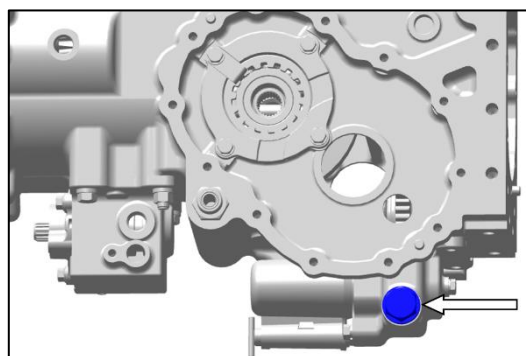

Fig. 182 - VIS DE VIDANGE DE L'HUILE DE TRANSMISSION
En cas de problème concernant le mouvement du tracteur, contactez un revendeur ou un distributeur agréé. Le client ne doit jamais retirer lui-même la vis de vidange montrée à la fig. 182.
4. Retirez la vis de vidange (fig. 182).
À chaque entretien, retirez la vis de vidange comme indiqué sur la fig. 182. S'il n'y a pas de fuite, remontez la vis. Dans le cas contraire, l'unité HST doit être vérifiée.